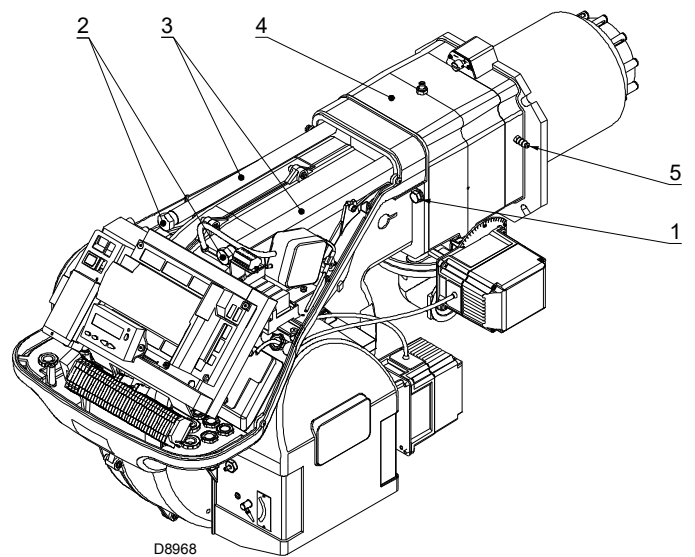

图 21
- ▶ 插入探针和电极电缆，然后将燃烧器滑到离管接头最远处，燃烧器位置如图 21 所示；